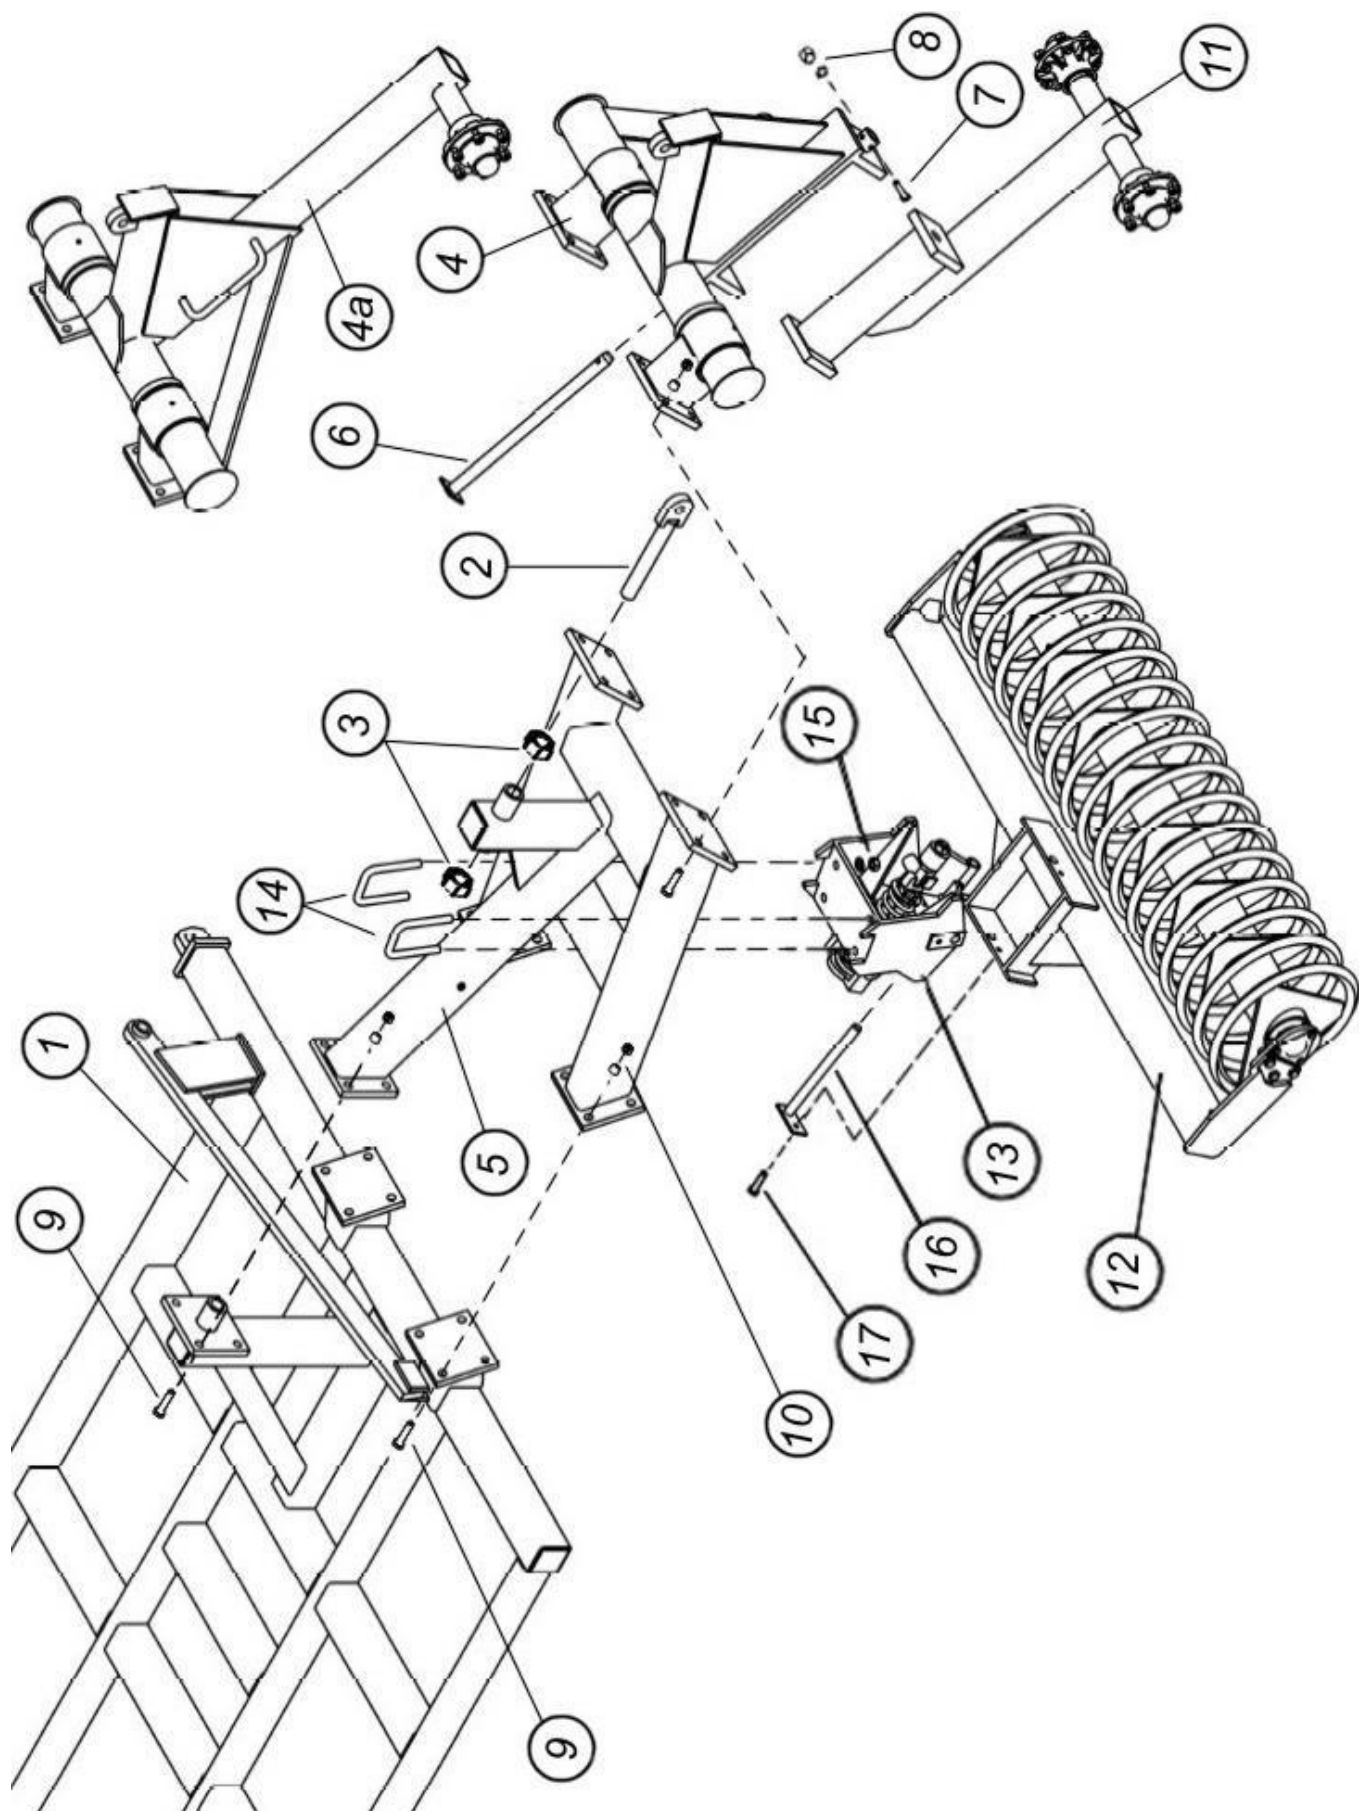

Рис. 7.1.2.1. Боковая рама, вставки с поворотным валом для ПК с катками
7.1.2.2. Боковая рама, вставки с поворотным валом для ПК-12,2К (рис. 7.1.2.2).